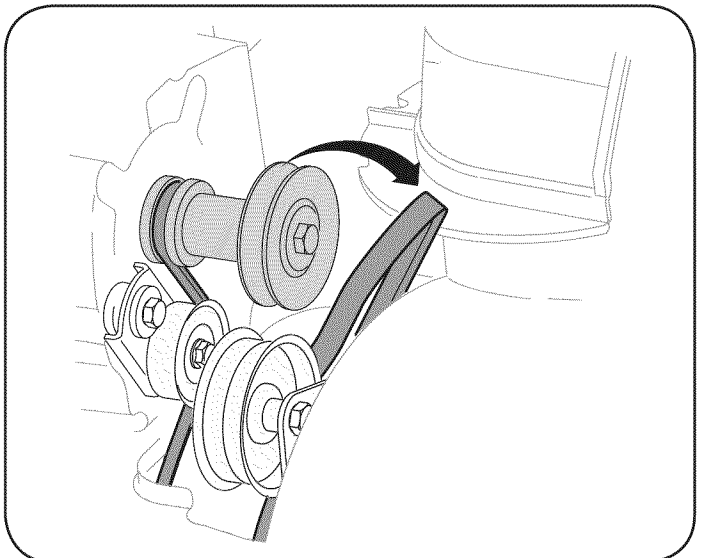

Figura 26
4. Saque la correa de la barrena de la polea del motor. Vea la Figura 26.